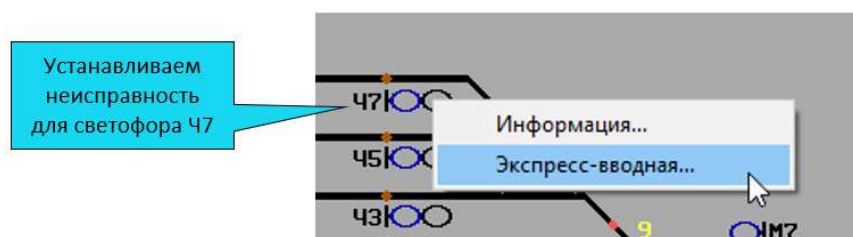

Рис. 26. Фрагмент пульт-табло станции при установке неисправности на светофор.
1. Навести курсор «мыши» на объект ЭЦ (светофор, стрелку, изолированный участок), на котором необходимо создать неисправность, нажать правую клавишу и в появившемся вспомогательном меню выбрать команду «Экспресс-вводная» (рис. 26).